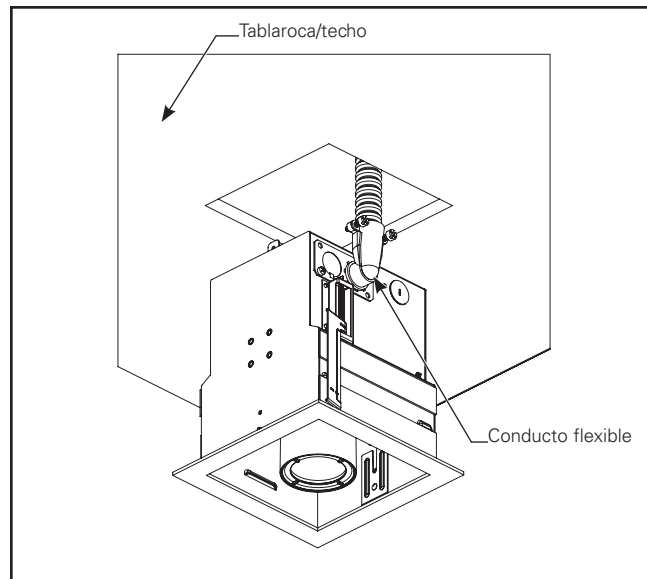

Figura 2.4.
- iv. Ensamble la placa de acceso con los tornillos n.º 8-32 de regreso al alojamiento metiendo los cables en el interior. Conecte el conducto flexible a la placa de acceso. (Figura 2.4)